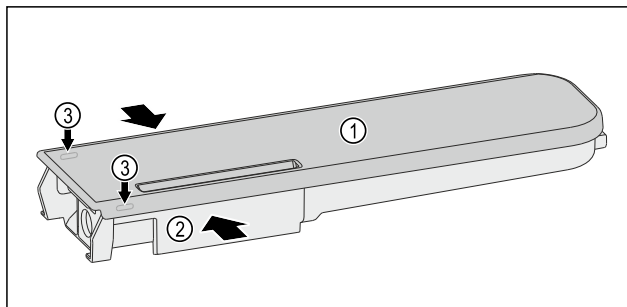

Fig. 224
- ▶ Stisnite spremnik za vodu Fig. 224 (2), pažljivo podignite poklopac Fig. 224 (1) preko zasuna Fig. 224 (3) i ga povucite prema gore.
- Poklopac Fig. 224 (1) lagano pomičite amo-tamo i izvadite ga prema gore.